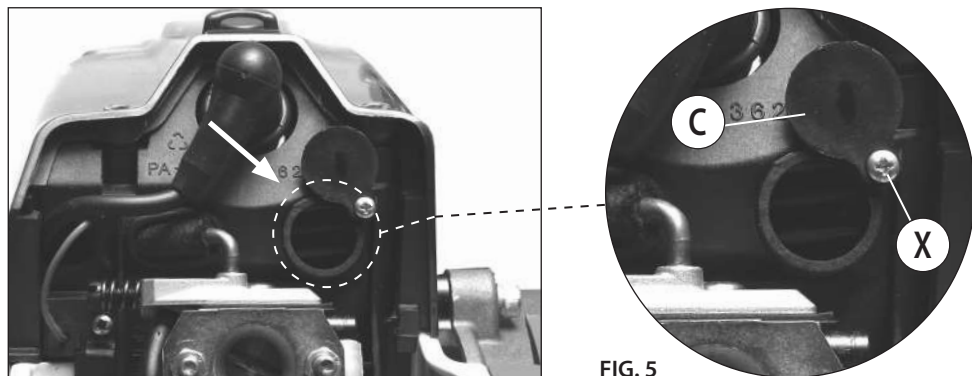

FIG. 5
- Um den Motor abzuschalten, ist den Gashebel (02) loszulassen und anschliessend der Schalter (14) auf Position “O - STOP” zu schieben (Bild e-f).
**WINTERBETRIEB** (Siehe Bild 5)